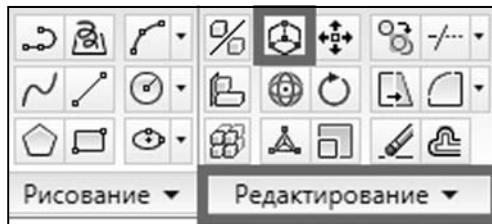

Рис. 8.2. Расположение команды «3D-перенос» на «Ленте»
- ◆ «Лента»: «*Главная*» / «*Редактирование*» / «*3D-перенос*» (рис. 8.2);